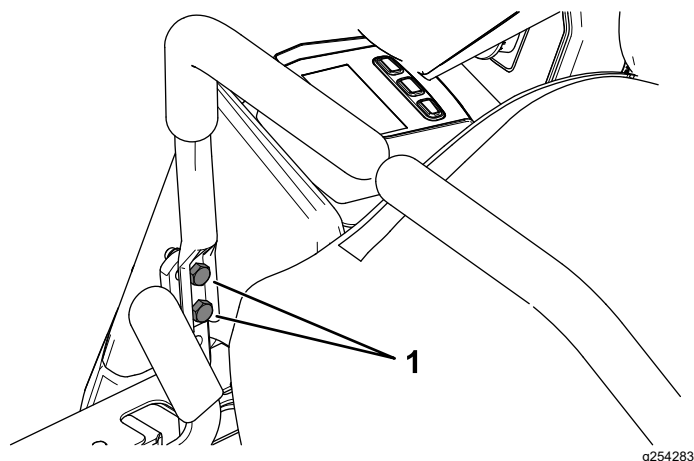

**Figure 48**
10. Si l'alignement doit être corrigé d'un côté, desserrez les 2 boulons de fixation du levier de commande du côté concerné (Figure 48).
12. Resserrez les 2 boulons de fixation du levier de commande de déplacement (Figure 48).